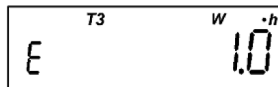

Рисунок 4.10
- количество потребленной активной энергии (отображаются мнемоникой «**W•h**») (рисунок 4.10):